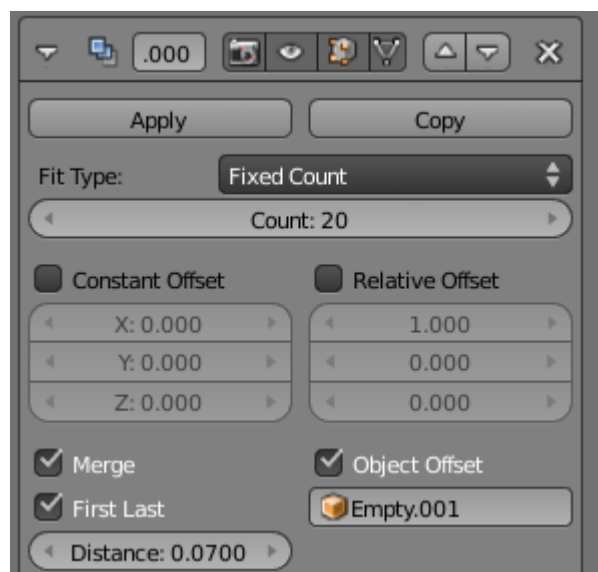

Figura 5.66
**3.** No painel do modificador Array, Desactive Relative Offset. Especifique um qualquer valor de Count maior que 2. Active Merge e First Last. Active Object Offset e seleccione o nome do Empty, figura 5.66. Se necessário, incremente ligeiramente o parâmetro Distance.